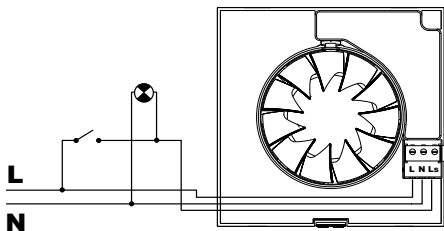

Fig.8
**Cas 2:** Fonctionnement automatique avec possibilité de mise en marche manuelle avec l'interrupteur de la lumière (fig.8).